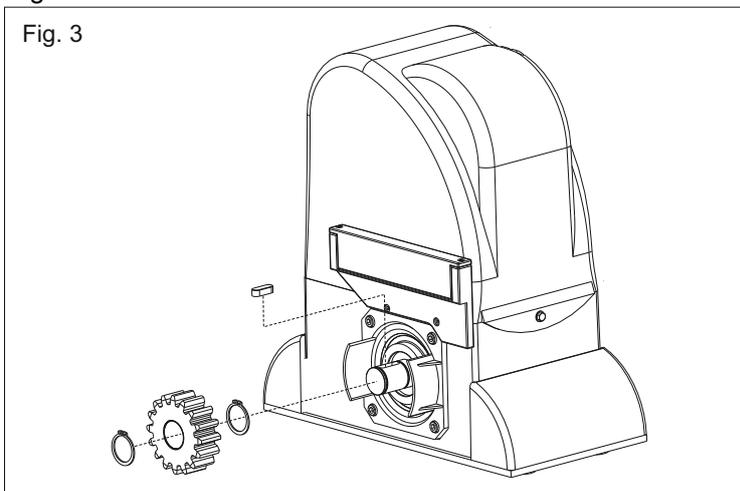

Fig. 3
3.1. Poner una lengüeta en el eje del motorreductor como en la Fig. 3.
3.2. Montar el piñón al motorreductor como se muestra en la Fig. 3.